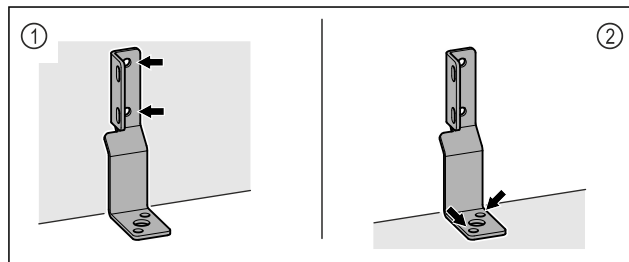

Fig. 8
- ▶ Fäst vinkeln på väggen Fig. 8 (1) eller golvet Fig. 8 (2).